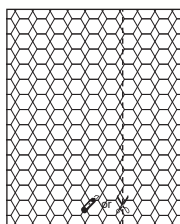

FIG. 23
2. Faites une ligne du côté motif du panneau isolant fourni selon la largeur mesurée à l'étape 1, puis découpez le panneau isolant le long de la ligne (FIG. 23).